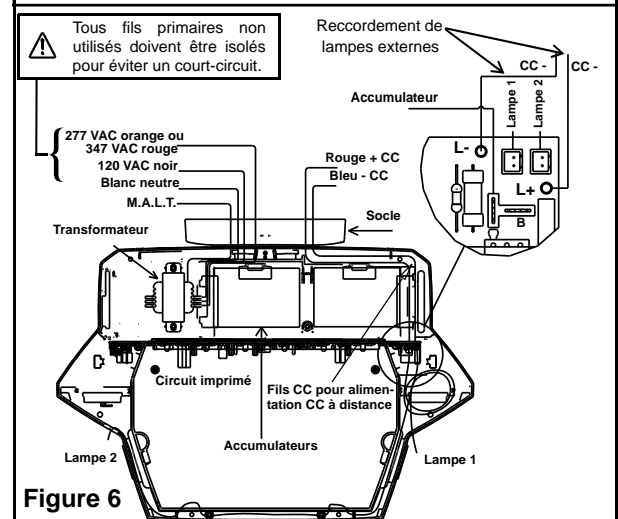

Figure 6
Aucun socle n'est requis. Retirer le(s) accumulateur(s) avec les fils. À l'aide d'un tournevis à tête plate, défoncer les trous appropriés sur le dos de l'enseigne, incluant le trou central, pour le montage sur la boîte de jonction ainsi que pour les deux "points d'ancrage mural" (voir fig. 2). Préparer deux points d'ancrage au mur en ligne avec les "points d'ancrage mural". Passer les fils d'alimentation CA (ainsi que les fils CC pour lampes externes selon le besoin) en contournant l'intérieur du boîtier, à travers le conduit de plastique et finalement par le trou au centre du dos de l'enseigne et effectuer les connexions nécessaires (voir étape 5 et fig.6). Pousser l'excédent de fils dans la boîte de jonction et fixer le dos de l'enseigne au mur aux "points d'encrage mural" à l'aide des vis de fixation mural(16) et ensuite à la boîte de jonction à l'aide des vis de la boîte de jonction(7). Passer à l'étape 6.
Tous fils primaires non utilisés doivent être isolés pour éviter un court-circuit (voir fig.6.)
- Brancher les accumulateurs (connection "B" sur le circuit imprimé (voir fig. 6)).
- Raccordement pour lampe(s) externe(s) : Enfiler les fils externes dans l'unité et raccorder aux fils internes à l'aide des Marrettes fournies (voir fig.6).